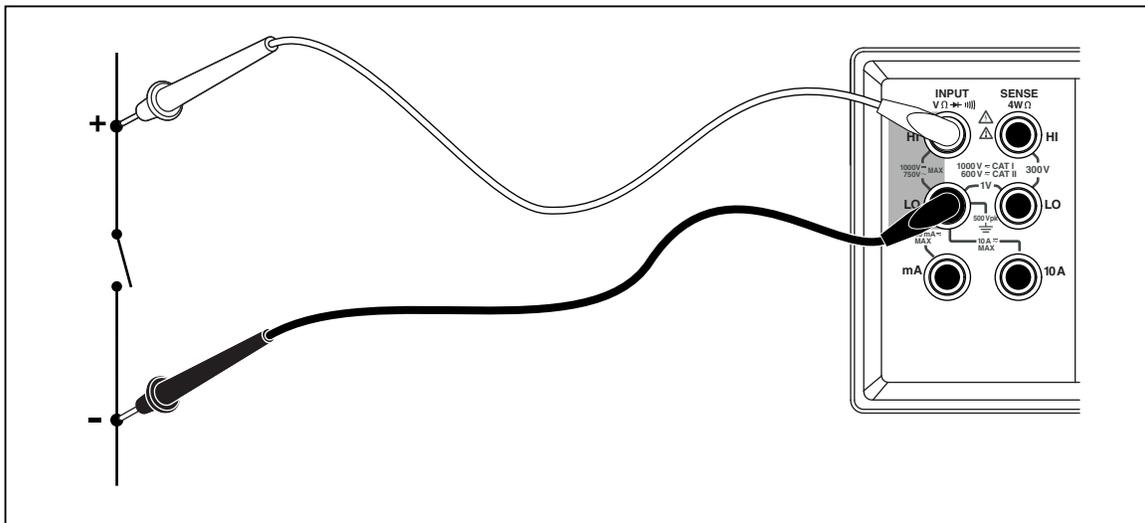

Abbildung 3-10. Durchgangsprüfung
2. Die Messleitungen gemäß Abbildung 3-10 zwischen dem Messgerät und dem messenden Stromkreis anschließen.